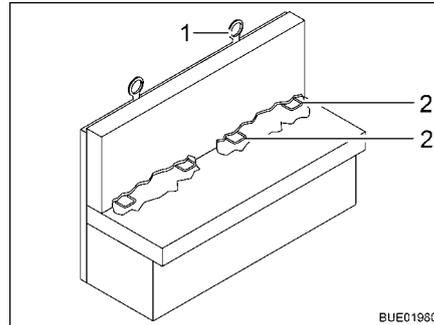

Fig. 21 Sistema de sujeción para sillas de seguridad para niños ISOFIX
Si el vehículo está equipado con un sistema de sujeción para sillas de seguridad para niños ISOFIX, los asientos apropiados para el mismo estarán marcados con el símbolo ISOFIX. Estos asientos del vehículo dispondrán de estribos de sujeción (Fig. 21,2) y otro punto de anclaje en la parte superior del respaldo (Top Tether) (Fig. 21,1). Usar unos sistemas de retención infantil apropiados para ISOFIX. Los sistemas de retención infantil tienen brazos de enganche que se engatillan en los estribos de sujeción del asiento del vehículo.
- Si es posible, fijar el asiento infantil adicionalmente en el Top Tether (Fig. 21,1).